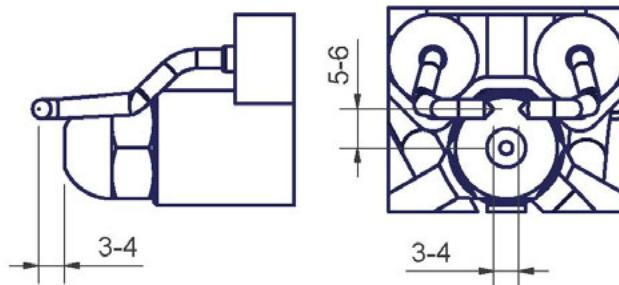

Рис. 37
- Проверьте запальныи электроды, очистите, отрегулируйте и, при необходимости, замените (см. Рис. 37).